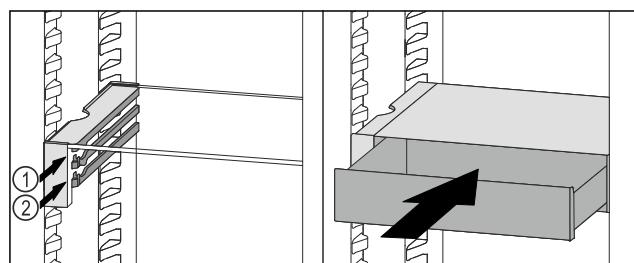

Fig. 126
- Встановити висувний ящик VarioSafe за стопорами на потрібне ребро Fig. 126 (1) або Fig. 126 (2).